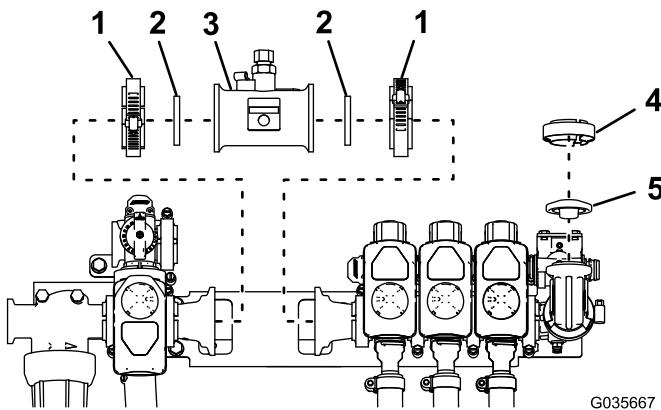

Figura 1
3. Allentate i morsetti senza fine che fissano l'accoppiatore del collettore alla valvola dell'agitatore e al gruppo valvole di sezione (Figura 1).
4. Rimuovete i morsetti, le guarnizioni e l'accoppiatore del collettore (Figura 1).
5. Montate il flussometro e le 2 guarnizioni relative utilizzando i morsetti che avete appena rimosso (Figura 1).
6. Rimuovete il morsetto del trasduttore, il tappo e la guarnizione (Figura 1).